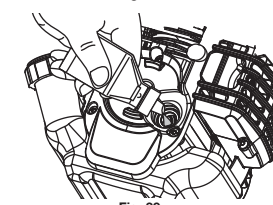

Fig. 39
5. Vuelva a cargar el cárter del cigüeñal con 90 ml (3,04 onzas fluidas) de aceite SAE 30 SF, SG, SH (Fig. 39).